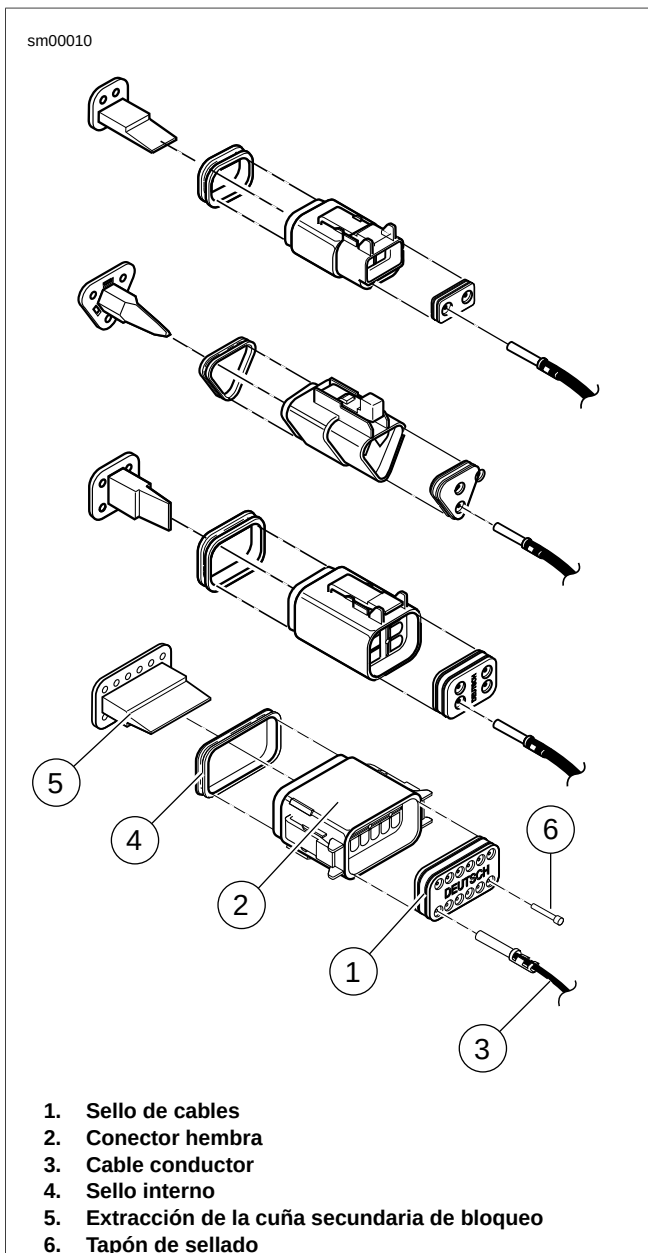

Figura A-14. Conector Deutsch: Conectores hembra de 2, 3, 4 y 12 patillas
2. Vea Figura A-14. Ajuste el sello del cable trasero (1) en la parte trasera del conector hembra (2), si fue extraído.
3. Sostenga el cable conductor (3) aproximadamente 25,4 mm (1,0 pulg.) detrás del terminal hembra. Empuje suavemente el terminal hembra a través del agujero en el sello de cable dentro de sus cámaras hasta que haga clic en su lugar.